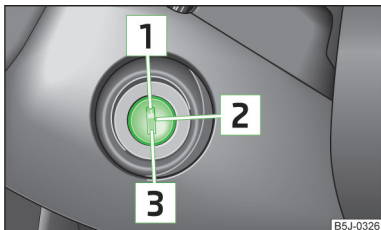

Fig. 90
- În timpul deplasării, la oprirea motorului, cheia trebuie să se găsească întotdeauna în poziția 2 » fig. 90 la pagina 97 (contact cuplat). Această poziție este semnalizată prin aprinderea de lămpi de control. Dacă acest lucru nu se întâmplă, mecanismul de direcție se poate bloca neintenționat - Pericol de accident!
Dacă **mechanismul de direcție este blocat** iar cheia nu se poate roti, sau se rotește cu greu în poziția **2** » fig. 90, atunci volanul trebuie rotit puțin încolo și înapoi - astfel se deblochează mecanismul de direcție.
- Apăsăți pedala de ambreiaj până în podea, cuplați contactul **2** » fig. 90 la pagina 97 și porniți **3** - nu accelerați. Mențineți complet apăsată pedala de ambreiaj până când pornește motorul.
Opriiți motorul prin rotirea cheii de contact în poziția **1** » fig. 90 la pagina 97.